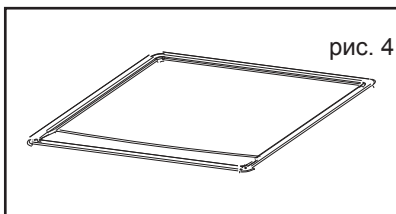

рис. 4
• Многофункциональный противень 5 мм. (рис. 4)